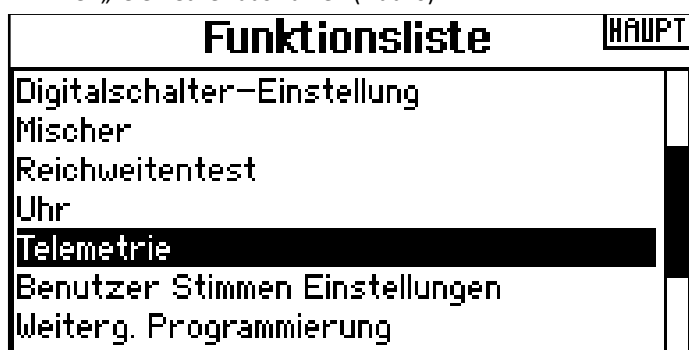

Abbildung 6: Die „Telemetrie“ Funktion in der Funktionsliste
7. Rolltaster drücken um in die „Funktionsliste“ zu gelangen und hier „Telemetrie“ auswählen (Abb. 6).